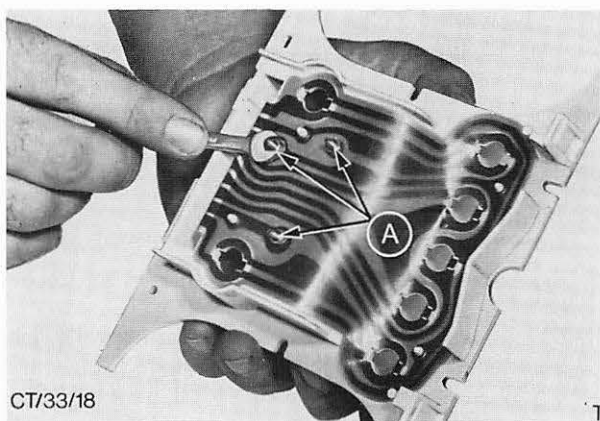
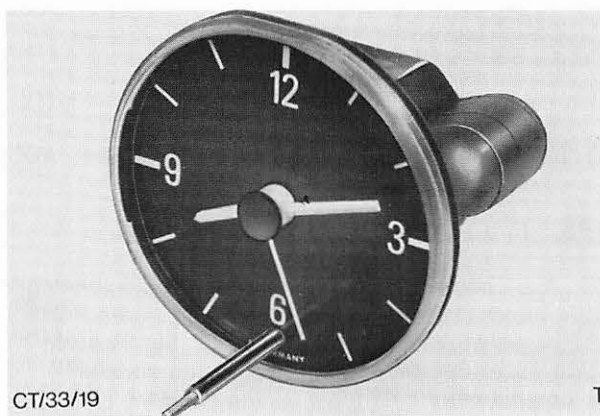

Abb. 35 A = 3 Befestigungsmuttern und Scheiben – Zeituhr
Abb. 36 Zeituhr aus dem Kombiinstrument ausgebaut
6. Muttern und Scheiben von den 3 Stiftschrauben der Uhrbefestigung abnehmen, Abb. 35, und Zeituhr von der Halteplatte abbauen, Abb. 36.